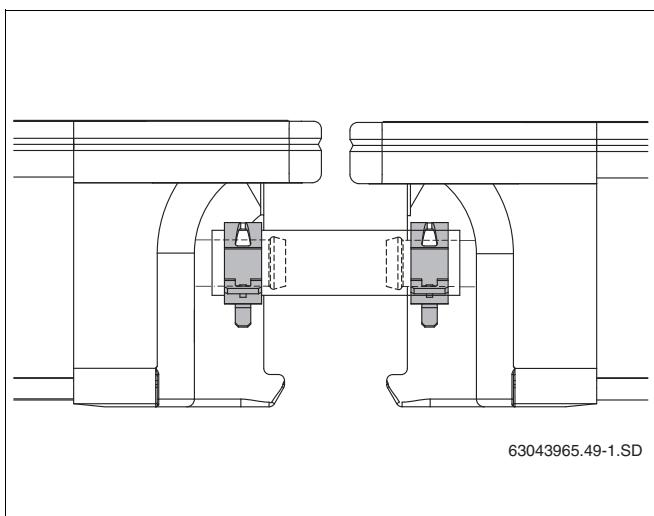

Рис. 51 Шланг солнечного коллектора с фиксирующими пружинными хомутами
- Зажмите все шланги на штуцерах коллектора пружинными хомутами (рис. 51).